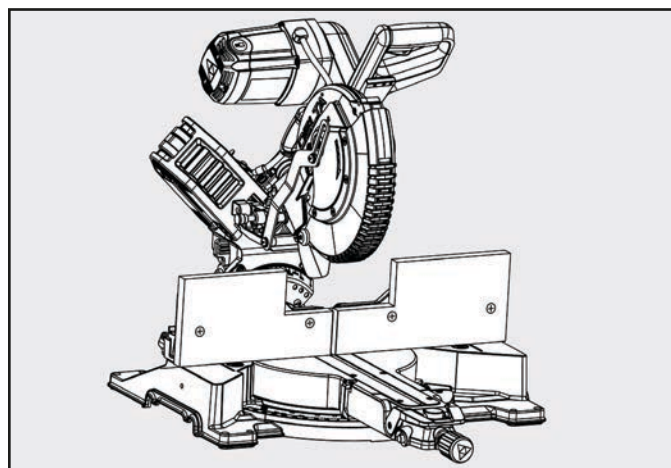

Figure 24
- Placez le bois du guide auxiliaire contre le guide de la scie à onglets. Voir figure 24. La hauteur maximale du bois ne doit pas dépasser 5,5 po. Assurez-vous que le guide auxiliaire ne touche pas à la tête de la scie lorsqu'elle est en sa position la PLUS BASSE ainsi que lorsqu'elle est en sa position la PLUS RETIRÉE.